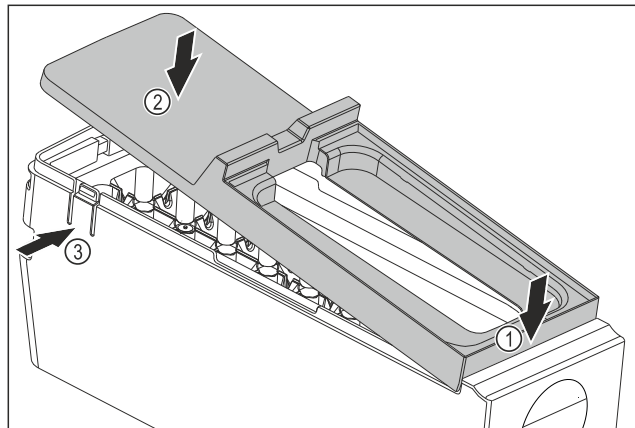

Fig. 45
- ▶ Abdeckung des EasyTwist-Ice-Korpus montieren: Abdeckung vorne ansetzen. Fig. 45 (1)
- ▶ Abdeckung hinten absenken. Fig. 45 (2)
- ▷ Abdeckung rastet hörbar in beiden Laschen Fig. 45 (3) ein.